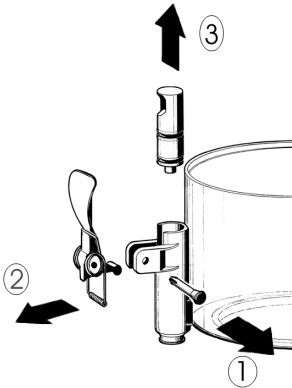

figure 1
- 3 Démontez le robinet selon la séquence indiquée (voir figure 1).
3 Ré assemblez le robinet sur le conteneur, dans le sens inverse des indications de démontage (voir figure 1).